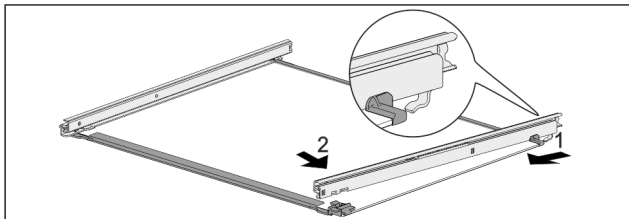

Fig. 121 Tablette en verre avec rails
- ▶ Accrocher le rail à l'arrière. Fig. 121 (1)
- ▶ Accrocher le rail à l'avant. Fig. 121 (2)